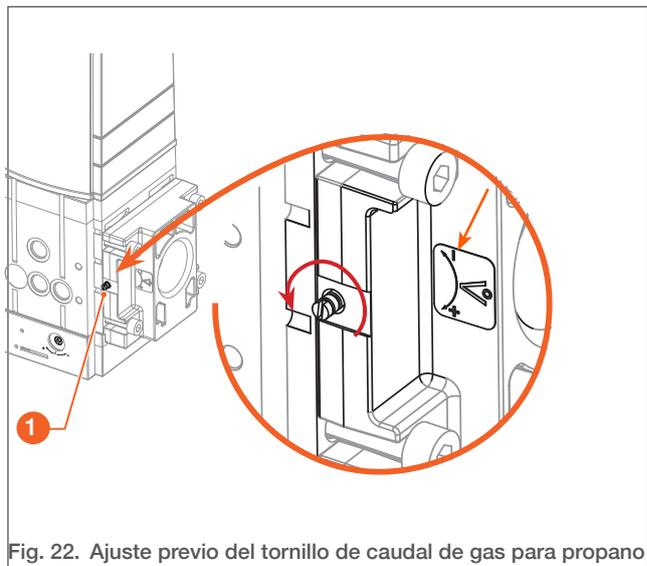

Fig. 22. Ajuste previo del tornillo de caudal de gas para propano
4. Solo para la conversión a propano: gire el tornillo de caudal de gas (1) hacia el símbolo “-” para reducir la apertura (consulte la **Fig. 22**):